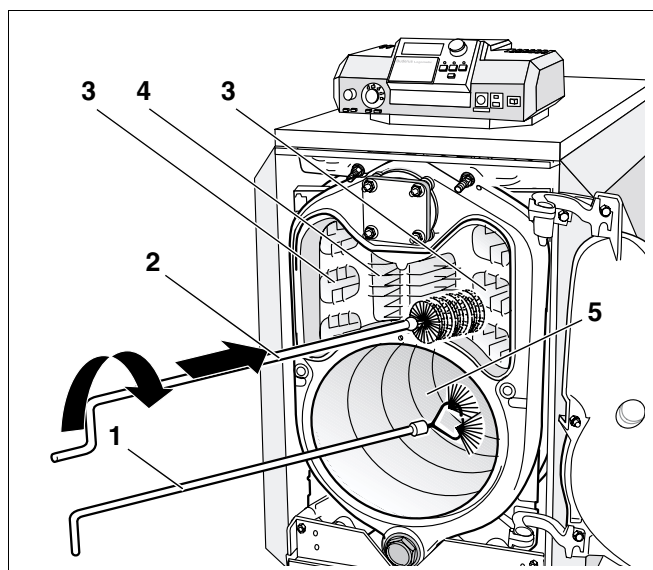

Fig. 71 Curățarea traseelor gazelor de evacuare
- Se curăță cu ajutorul unei perii (Fig. 71, **Poz. 2**) traseul pentru gazele de evacuare 2. (Fig. 71, **Poz. 3**) și 3. (Fig. 71, **Poz. 4**).
- Camera de ardere (Fig. 71, **Poz. 5**) se curăță (Fig. 71, **Poz. 1**) cu peria.